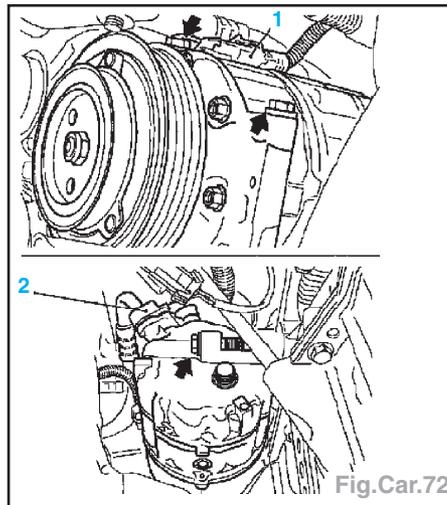

Fig.Car.72
- Déposer le compresseur par le bas (Fig.Car.72).